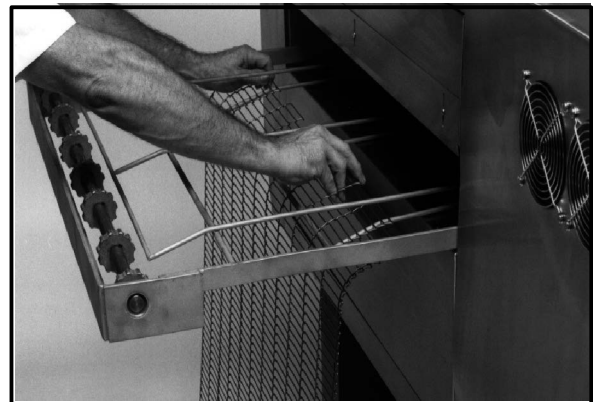

Figure 10
1. Insérez la bande transporteuse métallique en partant du côté droit du four, en commençant par le bas. Déroulez la bande comme indiqué, Figure 10. Sinon, elle sera à l'envers. Laissez-en pendre 30 cm environ du côté gauche